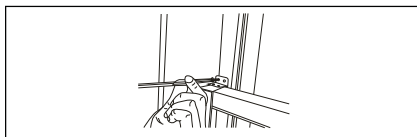

Fig. 16
6. Sätt fast den nedre bågen genom att fästa den högra vinkelbågsspärren med 1/2-tums (12,7 mm) skruv enligt bilden (Fig. 16).